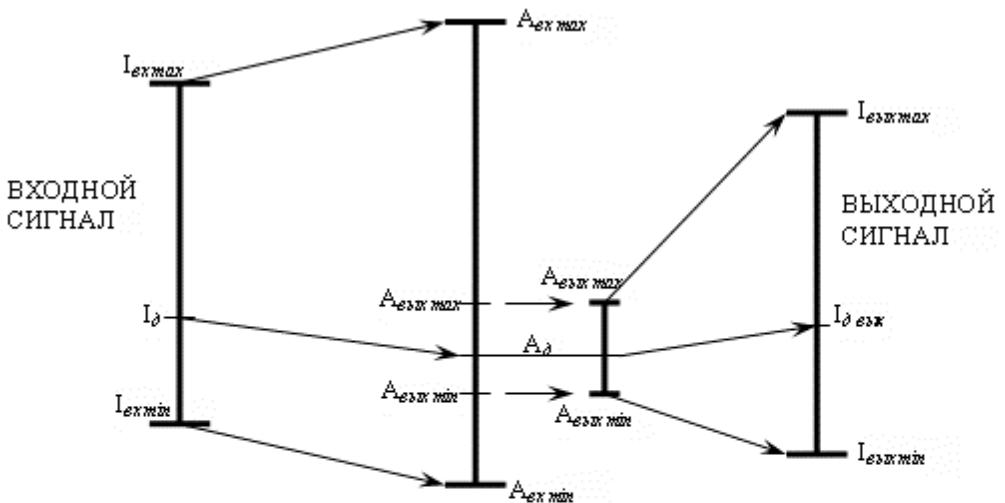

Рисунок 2.2— Преобразование диапазонов
2.5.2.13. «Нижний предел диапазона преобразования унифицированного входного сигнала» («Минимум диапазона преобразования входного сигнала») - ($A_{вхmin}$) – число, которое ставится в соответствие минимальному значению диапазона измерений входного сигнала (рисунок 2.2).
2.5.2.14. «Верхний предел диапазона преобразования унифицированного входного сигнала» («Максимум диапазона преобразования входного сигнала») - ($A_{вхmax}$) – число, которое ставится в соответствие максимальному значению диапазона измерений входного сигнала (рисунок 2.2).
2.5.2.15. «Нижний предел диапазона преобразования измеряемого сигнала» («Минимум диапазона преобразования выходного токового сигнала») - ($A_{выхmin}$) – это значение измеряемой величины, которому ставится в соответствие минимальное значение диапазона выходного унифицированного сигнала (рисунок 2.2).
2.5.2.16. «Верхний предел диапазона преобразования измеряемого сигнала» («Максимум диапазона преобразования выходного токового сигнала») - ($A_{выхmax}$) – это значение измеряемой величины, которому ставится в соответствие максимальное значение диапазона выходного унифицированного сигнала (рисунок 2.2).
Рисунок 2.2 иллюстрирует особенности преобразования входного токового сигнала в выходной токовый сигнал.